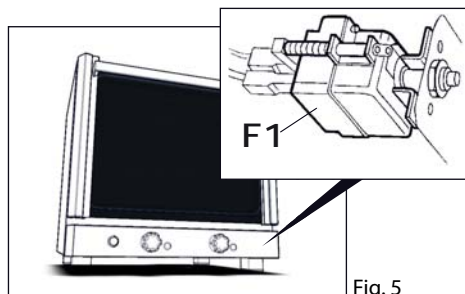

Fig. 5
• Le thermostat de sécurité (**F1 - Fig. 5**) peut être réinitialisé uniquement à la main en appuyant sur le bouton rouge après avoir enlevé le panneau avant pour atteindre le composant. Avant d'exécuter la manoeuvre, s'assurer d'avoir coupé l'alimentation électrique.